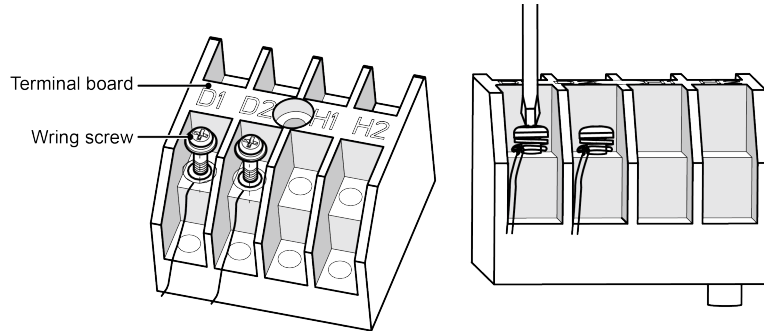

Fig.5.3.1
- (1) Retire la tapa de la caja eléctrica.
- (2) Pase el cable de comunicación a través de los orificios pasacables.
- (3) Conecte el cable de comunicación a los terminales D1 y D2 de la placa de conexiones de 4 bornes de la unidad interior, como se muestra en la Fig.5.3.1.